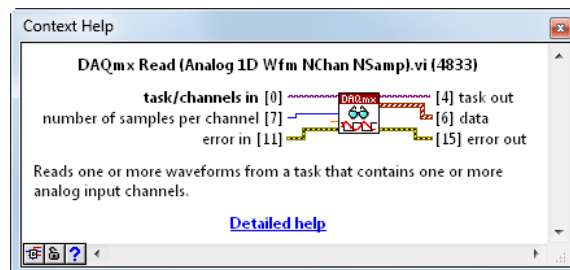

Figura 4. A caixa de diálogo do Context Help lhe oferece informações detalhadas sobre cada VI, bem como seus valores de saída e entrada esperados.
- d. Um por vez, passe o cursor do mouse sobre os VIs no diagrama de blocos e analise suas funções conforme descritas na janela Context Help, figura 4.